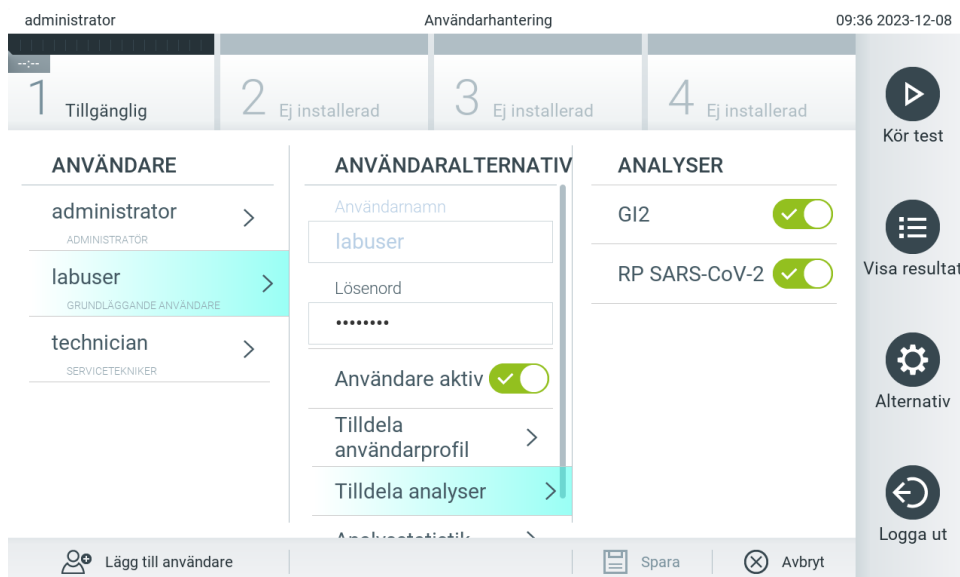

Bild 53. Tilldela analyser till användare.
- **Assign Assays** (Tilldela analyser): Gör det möjligt att definiera de analyser från analysdatabasen som användaren har behörighet att köra. Välj analyserna från listan till höger i innehållsområdet (bild 53).